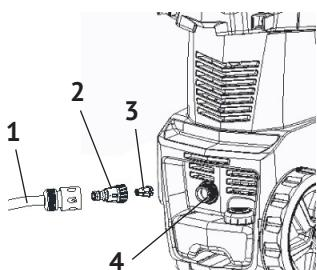

рис.6
#### 7.1.5 Подключение водопроводного шланга рис.6:
- снять пластиковую заглушку с входного патрубка (рис.6 поз.4);
- прикрутить входной штуцер (рис.6 поз.2) с фильтром (рис.6 поз.3) к входному патрубку;
- закрепить на входной патрубок разъём водопроводного шланга (рис.6 поз.1).